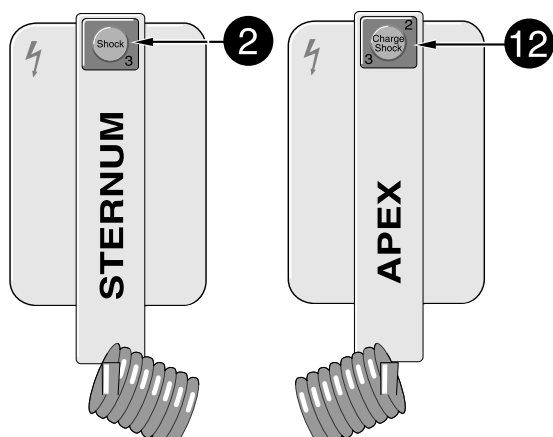
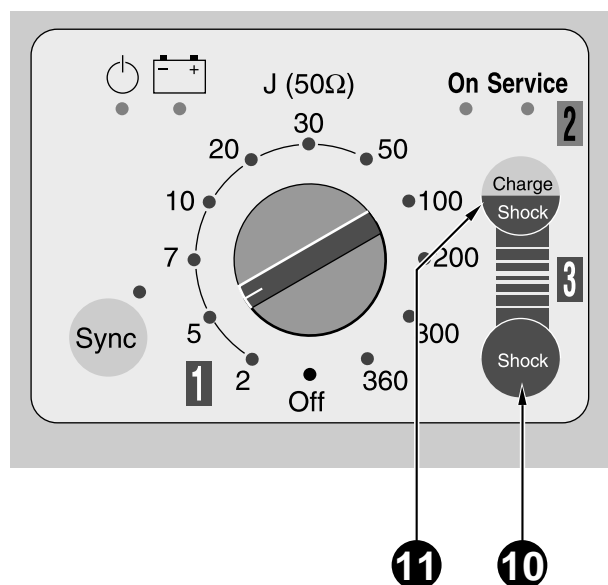

Bild 6-2. Tasten zum Auslösen des Energiespeichervorgangs und des Defibrillationsimpulses bei der Verwendung von Paddles
Bild 6-3. Tasten zum Auslösen des Energiespeichervorgangs und des Defibrillationsimpulses bei der Verwendung von Klebeelektroden
- * Wenn der Speichervorgang beendet ist, lösen Sie den Defibrillationsimpuls aus. Drücken Sie dazu gleichzeitig die beiden Tasten in den Elektrodengriffen (Bild 6-2). Der Defibrillationsimpuls selbst wird vom nächsten Synchronisierimpuls freigegeben. (Bei internen oder Klebeelektroden müssen Sie den Impuls mit den beiden Tasten 10 und 11 am Gerät auslösen (Bild 6-3)).